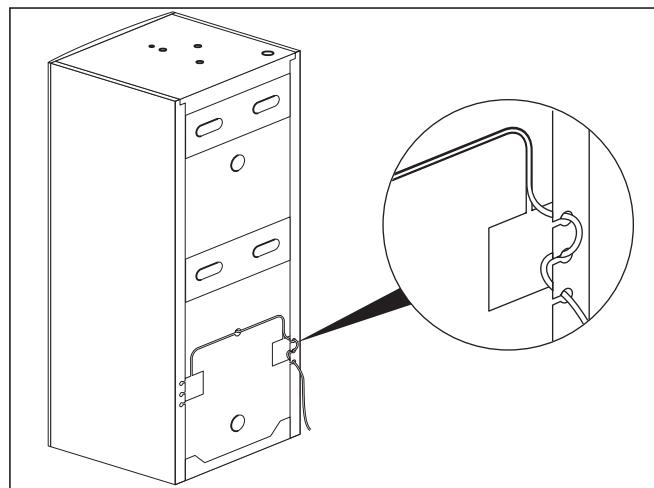

Рис. 5.1 Подключение провода датчика температуры накопителя
- Вставьте датчик, как показано на рис. 5.1, в гильзу для датчика температуры накопителя (см. рис. 2.1, поз. 11).